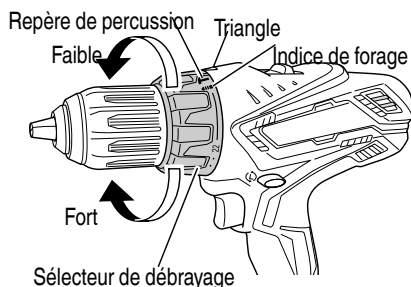

Fig. 5
- Vérification de la position du sélecteur de débrayage (Voir Fig. 5)
3. Commutation rotation/percussion (Voir Fig. 5)